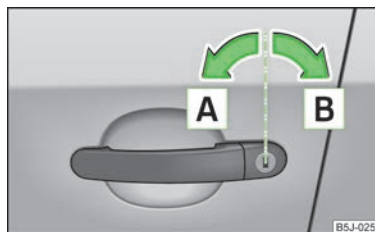

Fig. 12
- Girar la llave en el bombín de cierre de la puerta del conductor en dirección de marcha (posición de desbloqueo) **A** » fig. 12.
- Girar la llave en el bombín de cierre de la puerta del conductor en dirección contraria a la marcha (posición de bloqueo) **B** » fig. 12 de la página 28.